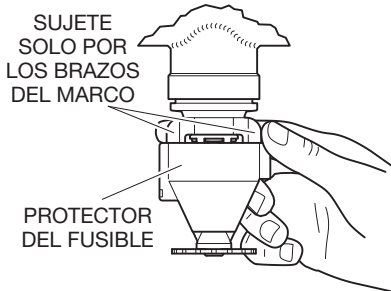
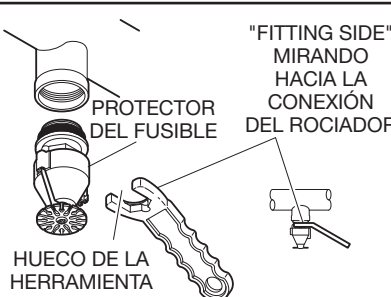

FIGURA 5
FIGURA 6
- Para evitar dañar el conjunto del fusible durante la instalación, asegúrese de que el protector del fusible premontado en fábrica permanezca fijado al rociador y manipule el rociador únicamente por los brazos del marco como se muestra en la figura 5. Use solo la herramienta de alineación para rociadores apropiada como se muestra en la figura 6.
(Opcional) Use la herramienta de alineación como se muestra en la figura 6 para trabajar mejor.